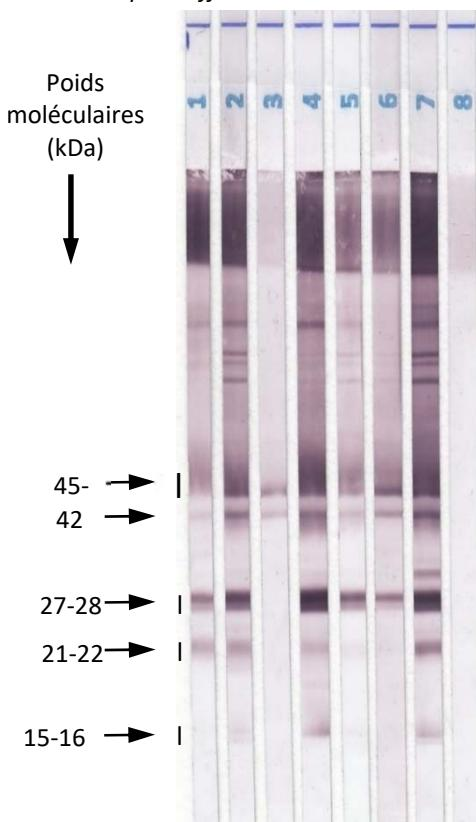

Fig. 1 : Exemples de résultats positifs et négatifs
- 5 bandes sont le plus souvent présentes : **P15-16, P21-22, P27-28, P42 et P45-47** aux poids moléculaires correspondants (**Fig. 1**).